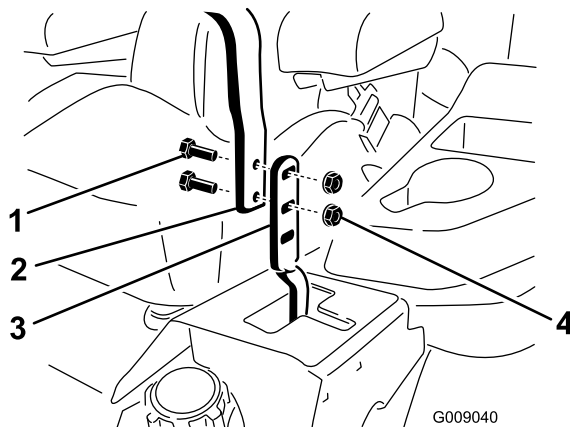

Figura 76
3. Afloje los pernos y las tuercas con arandela prensada de las palancas (Figura 76).
4. Alinee las palancas en el sentido adelante/atrás acercándolas a la posición de PUNTO MUERTO, y moviéndolas hasta que estén alineadas; luego apriete los pernos (Figura 76).